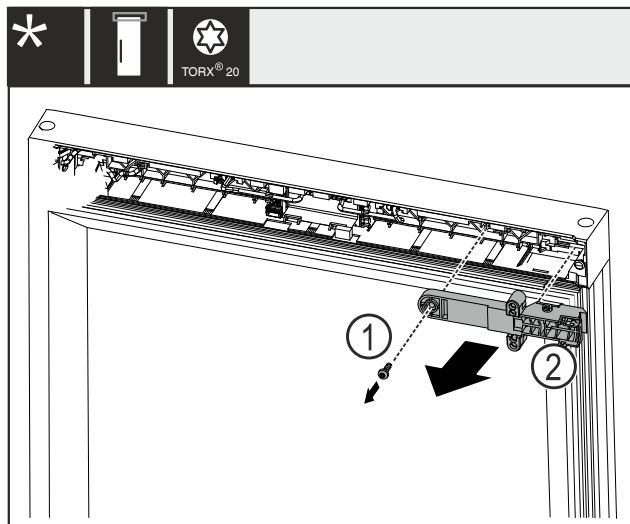

Fig. 22
- Rimuovere la vite Fig. 22 (1).
- Rimuovere il componente di tenuta della serratura Fig. 22 (2).